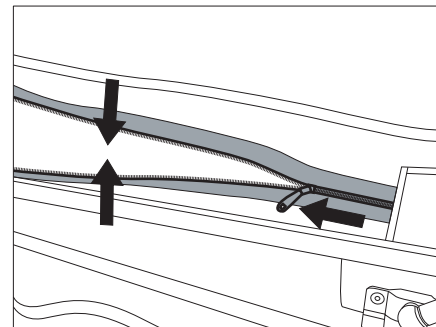

Bild 23 Reißverschluss entlasten
- ▷ Beim Schließen des Reißverschlusses Aufstelldach nach unten ziehen, damit der Reißverschluss nicht unter Spannung steht (Bild 23).